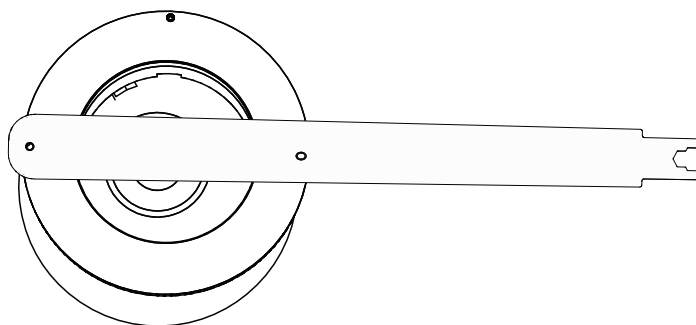

Figure 5.2 Retrait de l'embout à l'aide de l'outil polyvalent
1. Desserrez les vis de blocage sur le capot arrière à l'aide de la clé hexagonale fournie. Desserrez le capot arrière à l'aide de l'outil polyvalent fourni. Pour éviter d'endommager le joint torique, pour chaque demi-tour dans le sens inverse des aiguilles d'une montre, faites un quart de tour en arrière dans le sens des aiguilles d'une montre. (Voir la Figure 5.2 ci-dessous.)